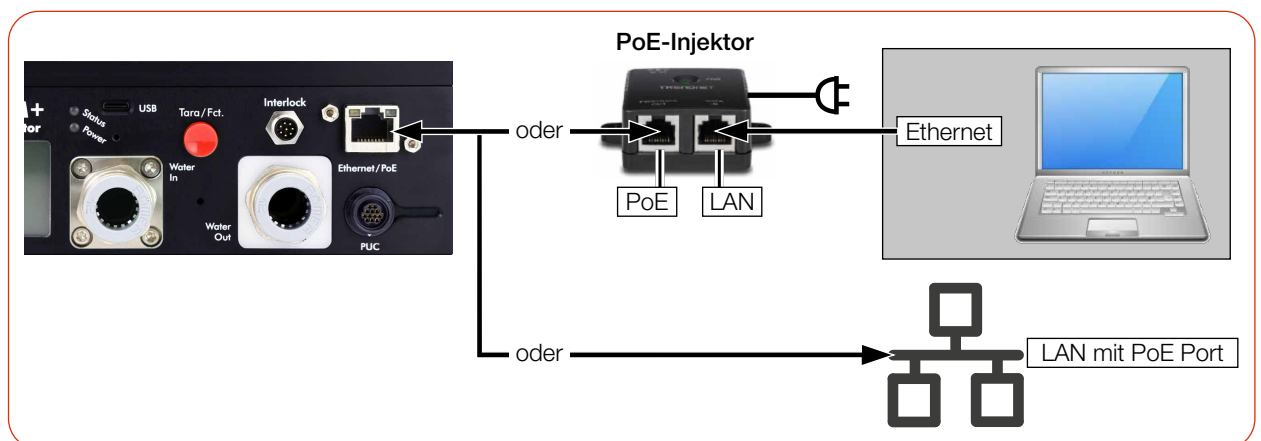

Abb. 7.5: Spannungsversorgung und Datenübertragung über Power over Ethernet (PoE)
- ▶ Schließen Sie die Kabel gemäß der Abb. 7.5 auf Seite 29 an.